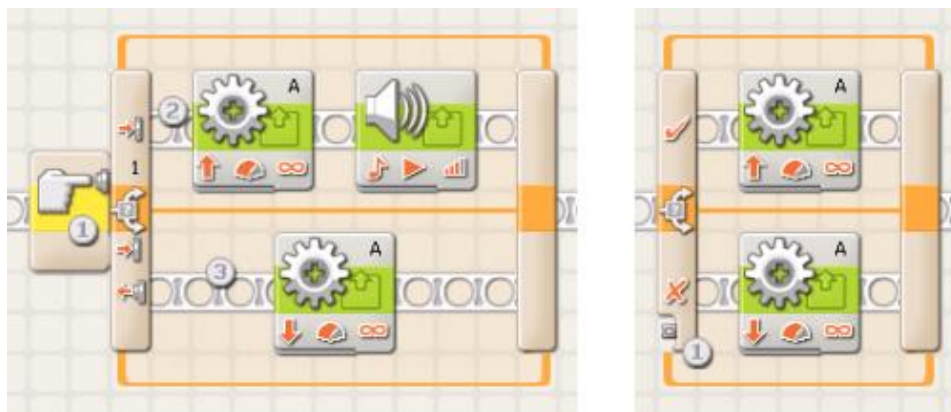

Рис. 4.6. Ветвления: по датчику нажатия (слева), по логическому или числовому значению (справа).
В приведенном примере (рис. 4.6, слева) в зависимости от состояния датчика нажатия (1) выполняется либо верхняя ветвь (2 — если нажат), либо нижняя (3 — если отпущен).
Любое ветвление с помощью окна настройки параметров можно перенастроить на другое условие. Например, можно принимать решение на основании некоторого значения (рис. 4.6, справа), подаваемого на специальный разъем. В этом случае значение должно поступить по логической или числовой шине данных от какого-то другого блока.
Ветвление может отображаться в двух режимах: 1) когда видны обе ветви (и «Да», и «Нет»), как на рис. 4.6; 2) с отображением только одной из выбранных ветвей, как на рис. 4.7. Это может быть полезно для экономии места на экране, которого в NXT-G катастрофически не хватает. Режим определяется установкой флажка «Flat view» в левой нижней части окна настройки параметров.